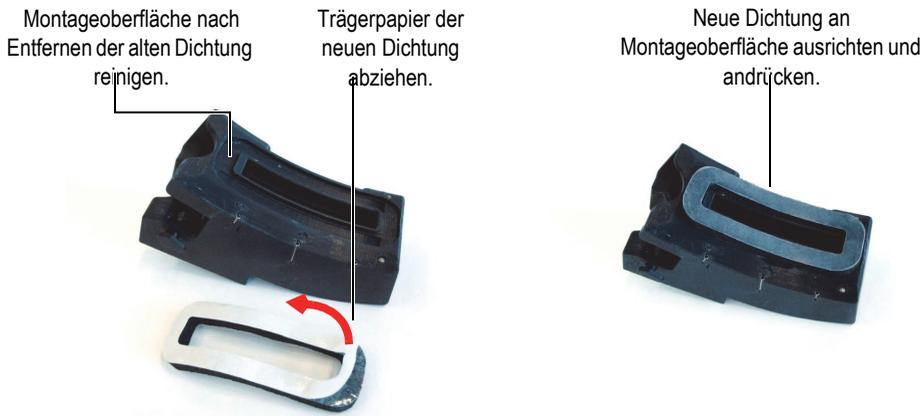

Abbildung 5-3 Austauschen der Schaumstoffdichtung
1. Ziehen Sie die alte Schaumstoffdichtung ab. Falls notwendig, reinigen Sie vorsichtig die Montageoberfläche (siehe Abbildung 5-3 auf Seite 52).